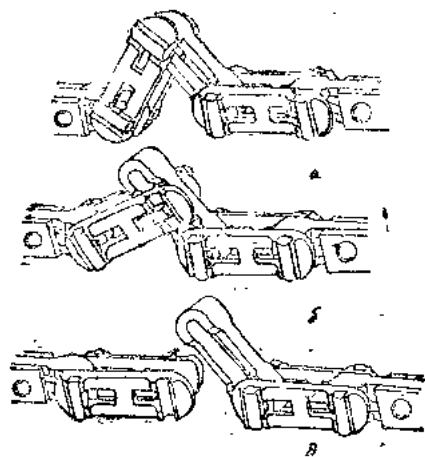

图 3 链节的拆卸方法
再将工字销扭轉 90° 角(图3, 6)。
3. 取下工字销使鏈断开(图3, B)。